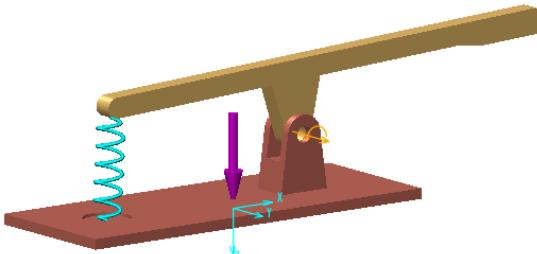

图 6.5.8 重力方向
(1) 选择命令。单击 **属性和条件** 区域中的“重力”按钮 ，系统弹出“重力”对话框。
(2) 设置重力方向。在 **方向** 区域中设置 X=0, Y=0, Z=1，分别按 Enter 键确认，此时重力方向如图 6.5.8 所示。
(3) 单击 **确定** 按钮，完成重力的设置。